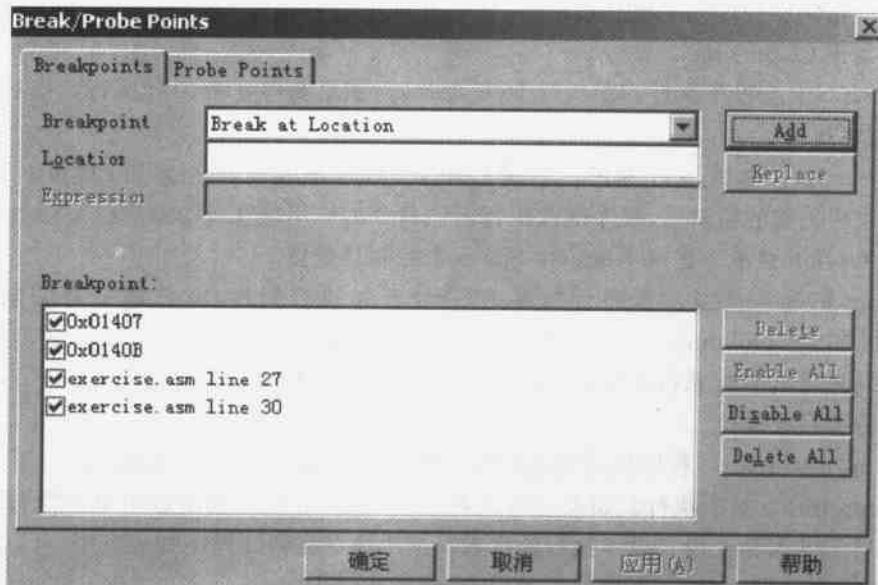

图 5.3 设置断点对话框
- (1) 在 Debug 菜单中,选择 Breakpoint 命令,将会弹出如图 5.3 所示的设置断点对话框,其中已经设置了 3 个断点;
- (2) 在“反汇编”窗口中,双击需要设置断点的代码行,或者将光标放在需要设置断点的代码行,按 F9 键;
- (3) 将光标放在需要设置断点的代码行,单击 Project 工具栏上的 按钮,或者在需要设置断点的代码行右击,选择 Toggle Breakpoint 命令。
- (1) 先把光标移动到需要清除断点的代码行处,在 Debug 菜单中,选择 Breakpoint 命令,在弹出如图 5.3 所示的对话框中单击 Delete 按钮;
- (2) 在源代码编辑窗口或者反汇编窗口中,双击需要清除断点的代码行,或者将光标放在需要清除断点的代码行,按 F9 键;
- (3) 将光标放在需要清除断点的代码行,单击 Project 工具栏上的 按钮,或者在需要清除断点的代码行右击,选择 Toggle Breakpoint 命令;
(4) 在 Debug 菜单中,选择 Breakpoint 命令,在弹出的如图 5.3 所示的对话框中单击 Delete All 按钮,删除所有断点,或者单击 Project 工具栏上的 按钮,取消所有断点。